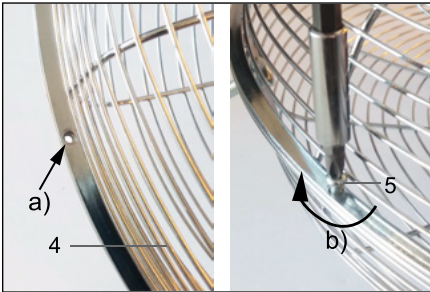

Fig. 58: Montaż kratownicy ochronnej
4. Osadzić drugą połowę kratownicy ochronnej (4) na kratownicy ochronnej z zespołem silnika i wirnikiem.
*Wszystkie otwory obu połówek muszą się pokrywać. Patrz rys. 58 a).*
5. Następnie wprowadzić śruby krzyżakowe (5) w przeznaczone do tego otwory obu połówek kratownicy.
6. Dokręć śruby po przekątnej zgodnie z ruchem wskazówek zegara; rys. 58 b).